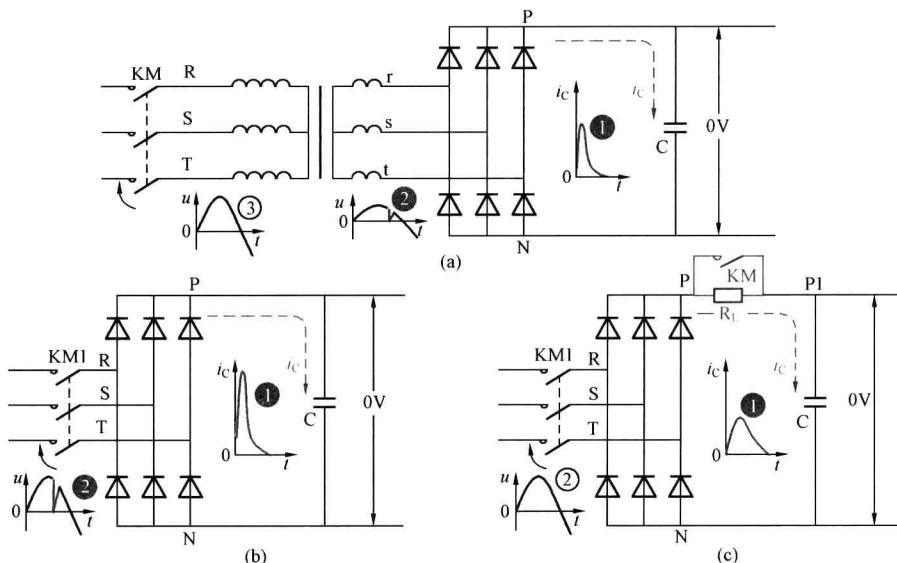

图 1-5 高、低压整流电路的区别
“就整流和滤波的基本过程而言，低压和高压是相同的。”张老师又画了个整流滤波电路，如图 1-5 所示，接着说：
这两个特点，高、低压整流电路完全一样。但低压整流电路是要通过变压器来降压的。变压器的绕组是一个大电感，它犹如一个屏障，能对合闸时的冲击电流起到限制作用，如图 1-5（a）中的曲线①所示。而变频器的整流电路中，就没有这样的屏障，冲击电
流就要严重得多，很容易损坏整流二极管，如图 1-5 (b) 中的曲线①所示。
至于进线侧的电压波形，在低压整流电路中，变压器的二次电压，一定会瞬间降到 0V 的，如图 1-5 (a) 中的曲线②所示。但反映到变压器的一次侧，这样的瞬间降压，就被缓冲了，如图 1-5 (a) 中的曲线③所示，对同一网络中的其他设备不构成干扰。